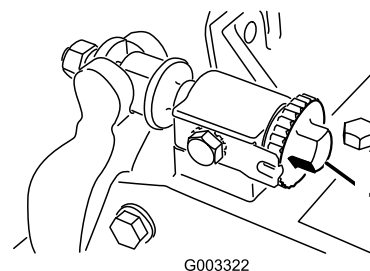

Figura 22
1. Desperte o contacto do cilindro na lâmina rodando os parafusos de ajuste da lâmina (Figura 22) no sentido contrário ao dos ponteiros do relógio até que não exista contacto.